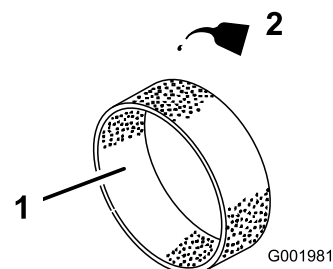

Рисунок 35
- Вылейте 30–59 мл масла на элемент (Рисунок 35).